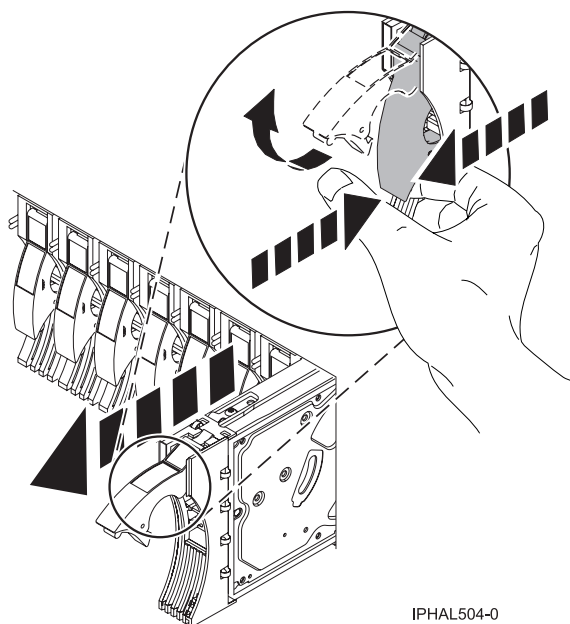

Figura 24. Treure una unitat de disc d'un model
13. Desbloquegeu la nansa de la unitat tot fent pressió i estirant-la cap a la vostra direcció, com es mostra a Figura 24 a la pàgina 37.